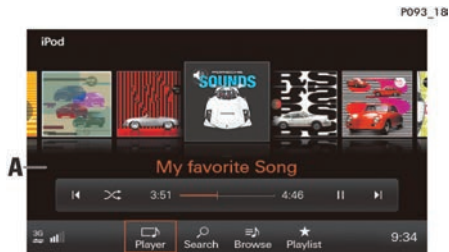

图 159: 播放音乐
2. 在封面浏览视图 **A** (图 159) 中，向左或向右滑动，直至所需专辑放大显示在中央。